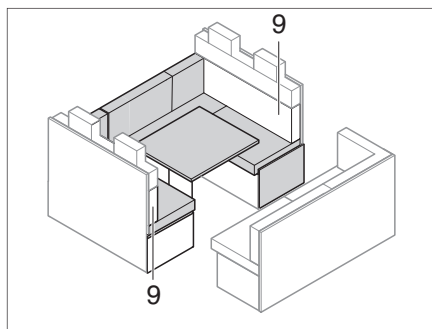

Fig. 204 Prima della trasformazione
- Rimuovere il cuscino dello schienale (Fig. 204,9) e riporlo di lato.